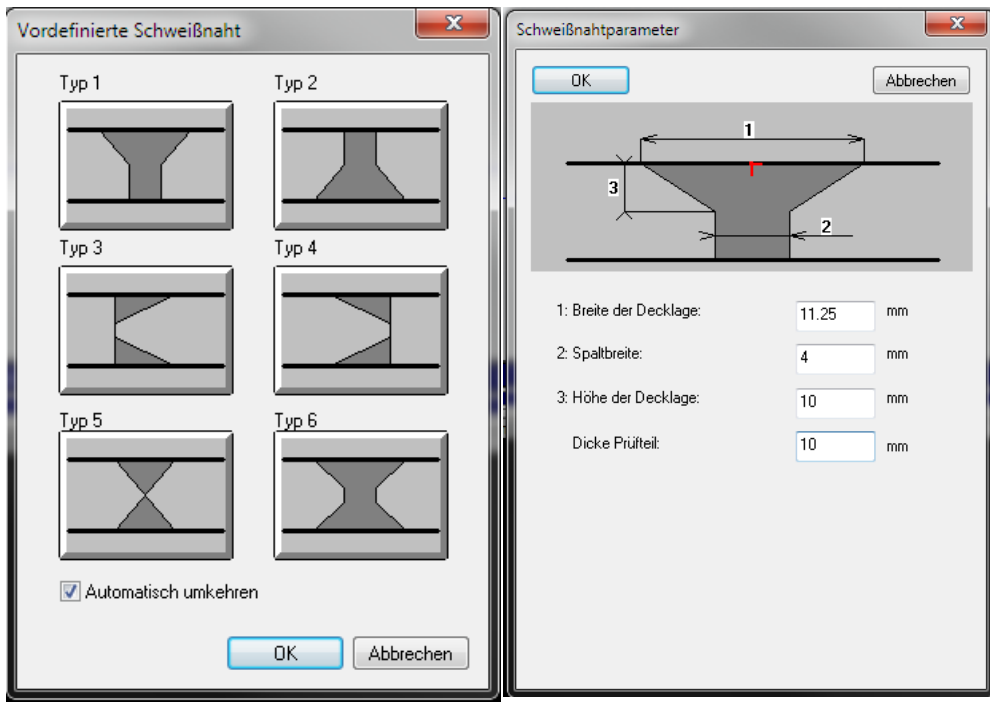

Abbildung 4-26 Dialogfelder Vordefinierte Schweißnaht und Schweißnahtparameter (für Typ 1)
- a) Klicken Sie im Dialogfeld **Vordefinierte Schweißnaht** auf den entsprechenden Schweißnahttyp (siehe Abbildung 4-26 auf Seite 267).